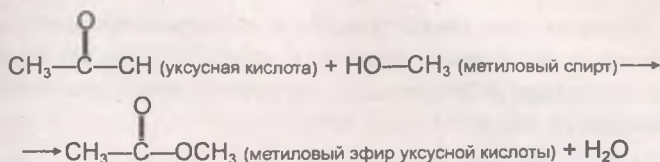

Рис. 162
- 1) при взаимодействии со спиртами (в присутствии концентрированной H₂SO₄) образуются *сложные эфиры*. Образование сложных эфиров при взаимодействии кислоты и спирта в присутствии минеральных кислот называется реакцией *этерификации*. Название происходит от лат. *ester* — «эфир». Данную реакцию можно рассмотреть на примере образования метилового эфира уксусной кислоты из уксусной кислоты и метилового спирта (рис. 162).